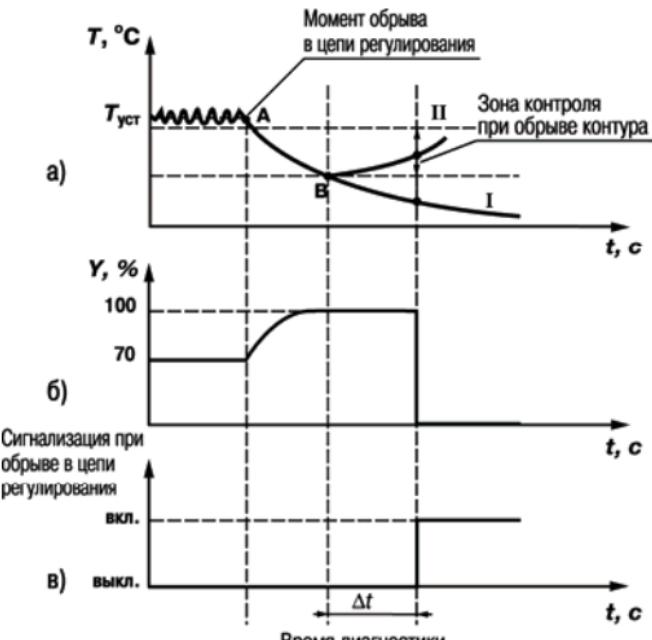

Рисунок 13
3.2.8.3.3. Приведем пример срабатывания устройства диагностики обрыва контура (рисунок 13).
В точке А нагреватель вышел из строя, и температура начинает уменьшаться (рисунок 13, а). Регулятор увеличивает выходной сигнал (рисунок 13, б), контролируя отклик системы. Поскольку температура продолжает уменьшаться, рассогласование растет, и значение Y достигает 100 %. В момент достижения $Y = 100 \%$ (точка В) прибор начинает отсчет «времени диагностики обрыва контура» Δt .
Если по истечении этого времени температура продолжает уменьшаться, сигнализация срабатывает (кривая I на рисунке 13, а). Если температура стала расти, но за время Δt изменение температуры не превысило «ширину зоны диагностики обрыва контура» (кривая II на рисунок 13, а), сигнализация также срабатывает (рисунок 13, в).